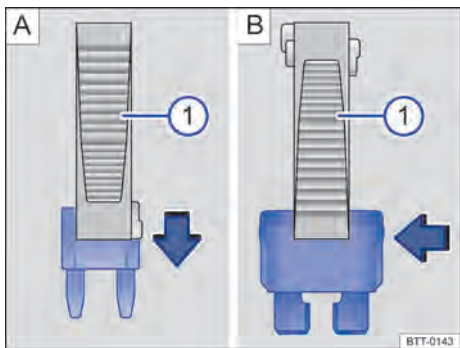

Fig. 175 Remover ou instalar um fusível com a garra da pinça de plástico ❶.
- Se necessário, retirar a pinça de plástico → Fig. 175 ❶ da cobertura da caixa de fusíveis.
- Em caso de *fusíveis pequenos*, encaixar a garra ❶ por cima → Fig. 175 A.
- Em caso de *fusíveis maiores*, empurrar a garra ❶ lateralmente sobre o fusível → Fig. 175 B.
- Caso o fusível esteja queimado, substituir o fusível por um novo da *mesma* intensidade de corrente (mesma cor e inscrição) e do *mesmo* tamanho → ❶.